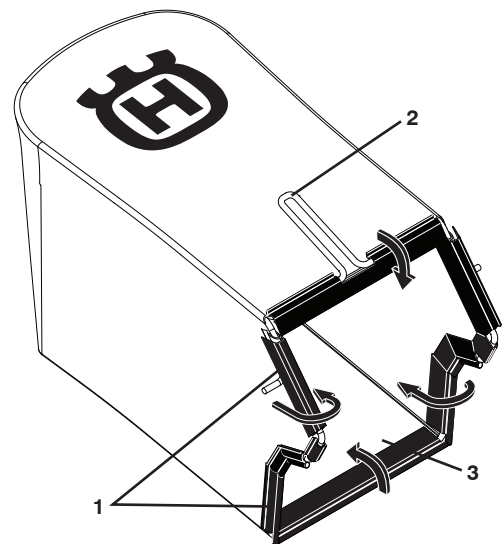

Figure 2
1. Mettez le cadre du ramasse-herbe dans le sac de décharge avec la partie rigide du sac sur le fond. Assurez-vous que la poignée de cadre soit au dehors du haut du sac (Figure 2).